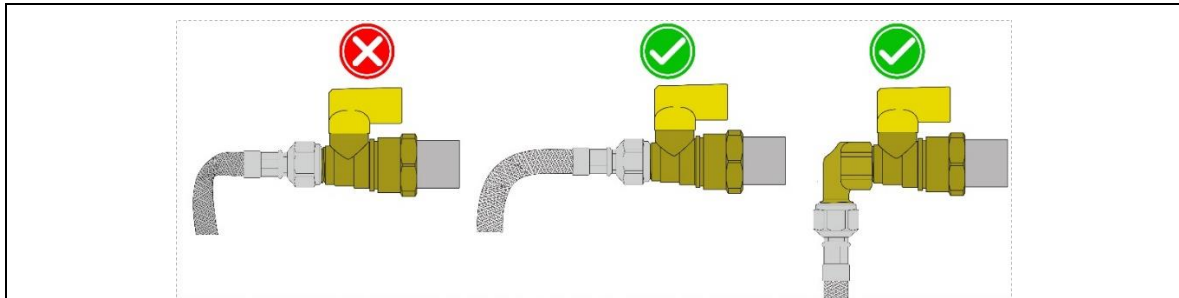

Figura 3. Ejemplo de posiciones adecuadas de conectores flexibles.
1.2.1.4 No tuerza o doble el conector de manera forzada, evite la deformación de la manguera. De lo contrario, puede interrumpir el flujo y provocar un mal funcionamiento de su equipo de consumo. (Ver Figura 3)